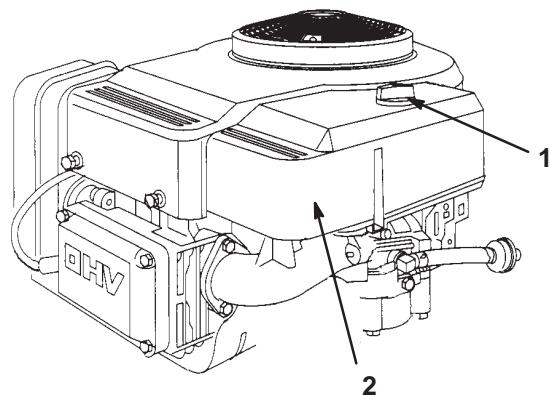

Bild 18
3. Reinigen Sie den Bereich um den Luftfilter herum, um zu verhindern, dass Schmutz in den Motor fällt und Schäden verursacht. Schrauben Sie die Verschluss-schraube los und entfernen die Luftfilterabdeckung (Bild 18).
3. Bringen Sie die Luftfilterabdeckung und Verschluss schraube an (Bild 18). Ziehen Sie die Schraube gut fest.